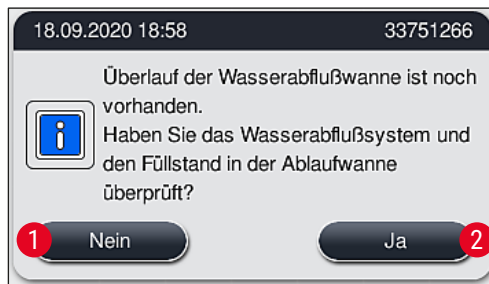

Abb. 124
- Nach 5 Minuten und bei trotz Reinigungsversuchen weiter bestehender Blockierung weist eine Meldung (→ "Abb. 124") darauf hin, dass der Wasserstand immer noch zu hoch ist. Durch Drücken von **Nein** (→ "Abb. 124-1") kann die Wartezeit um weitere 5 Minuten verlängert werden, um weitere Reinigungsversuche zu unternehmen. Wenn in diesem zweiten Intervall unternommene weitere Reinigungsversuche erfolgreich sind, wird die Situation, wie unter 1 beschrieben, aufgelöst. Wenn zusätzliche Zeit für Reinigungsmaßnahmen erforderlich ist, erneut **Nein** (→ "Abb. 124-1") drücken. Das Intervall kann mehrmals verlängert werden. Konnte die Blockierung trotz aller Reinigungsversuche nicht behoben werden, **Ja** (→ "Abb. 124-2") drücken, um einen kontrollierten Abbruch zu starten; siehe Abschnitt 3 und 4.